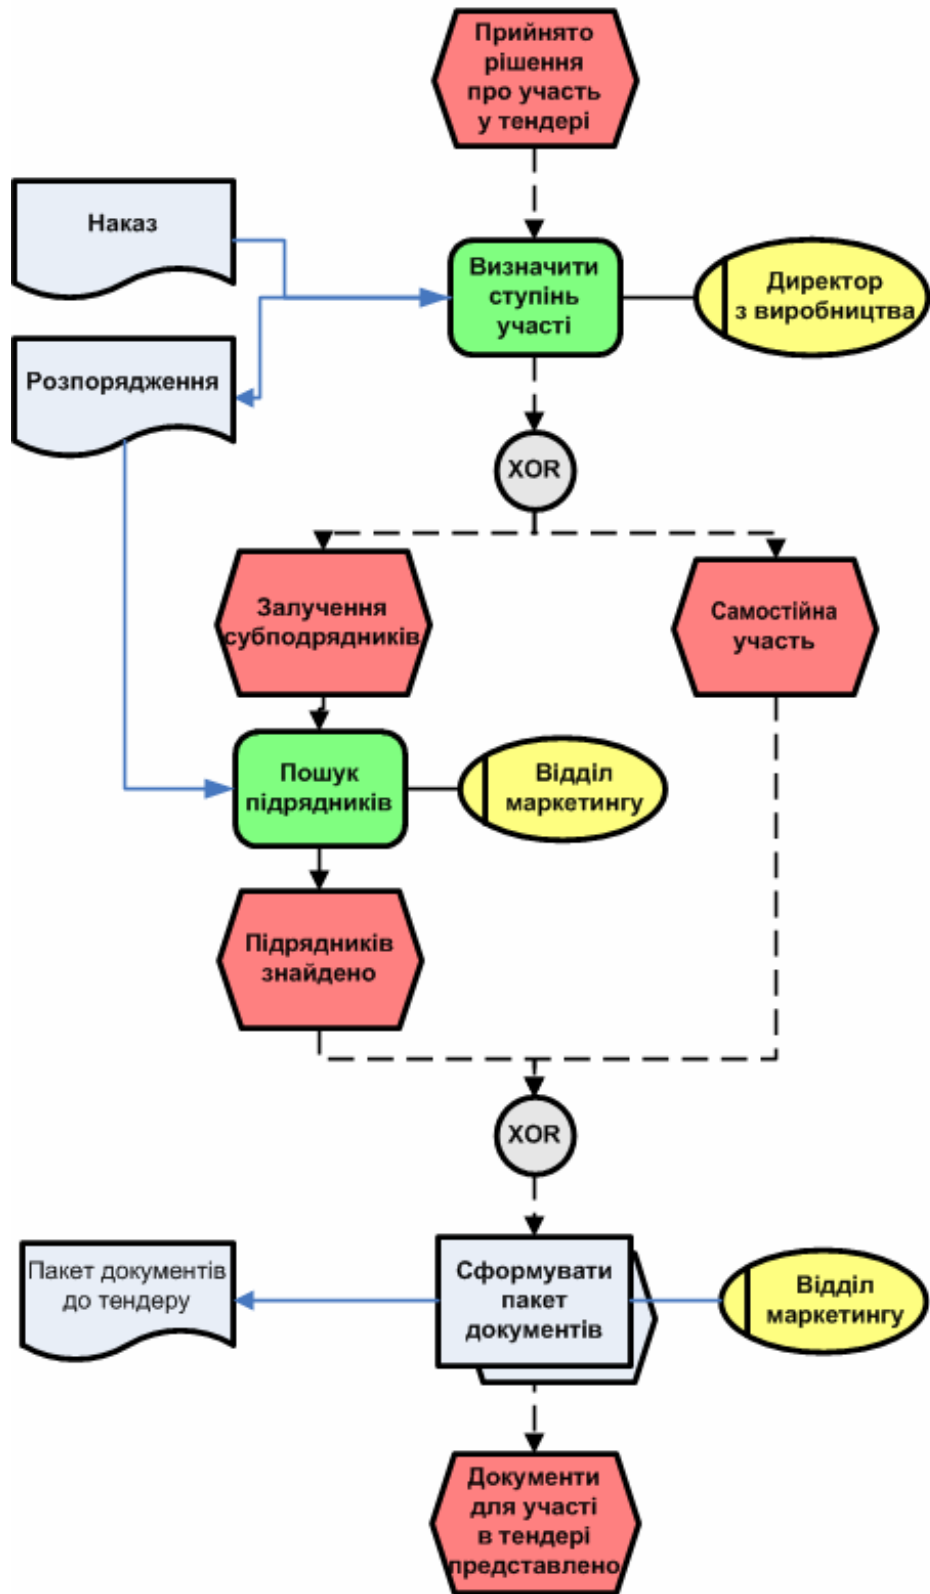

Рис. 6.14. Приклад EPC-діаграми
9. Завершимо діаграму остаточною подією – «документи для тендеру підготовлені і надані» (рис. 6.14).